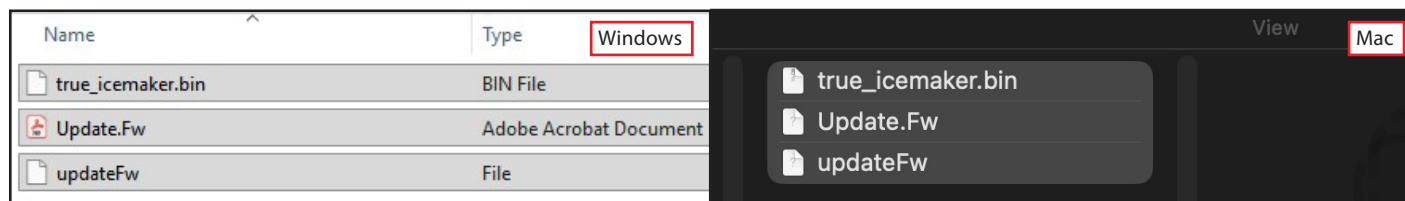

Fig. 8. Seleccione y copie los archivos del soporte lógico inalterable.
8. Seleccione y copie los tres archivos del soporte lógico inalterable. Consulte la fig. 8.